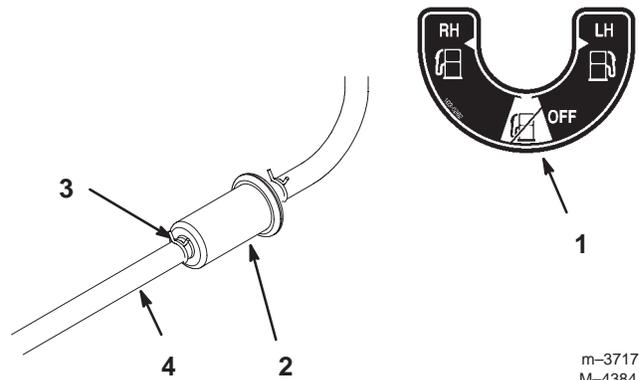

Figure 47
6. Posez un filtre neuf et rapprochez les colliers de fixation du filtre (Fig. 47).
6. Raccordez la conduite d'alimentation au filtre. Rapprochez le collier de serrage du filtre pour fixer la conduite d'alimentation (Fig. 47).
2. Fermez le robinet d'arrivée de carburant (Fig. 47).
3. Desserrez le collier de serrage au niveau du filtre à carburant et repoussez-le le long de la conduite d'alimentation pour l'éloigner du filtre (Fig. 47).
4. Débranchez la conduite d'alimentation du filtre (Fig. 47).